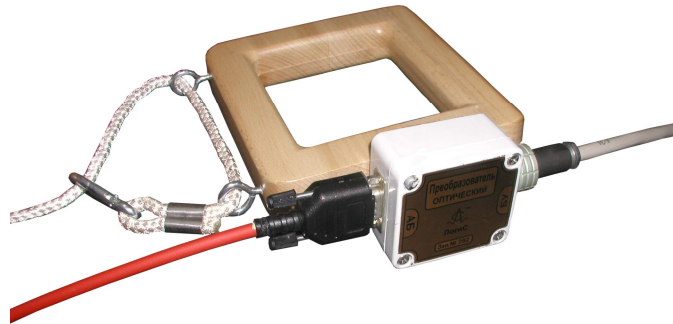

Рисунок 1.4.4. Крепление оптического преобразователя
6. Закрепите оптический преобразователь на магните на транспортной ручке (рисунок 1.4.4);